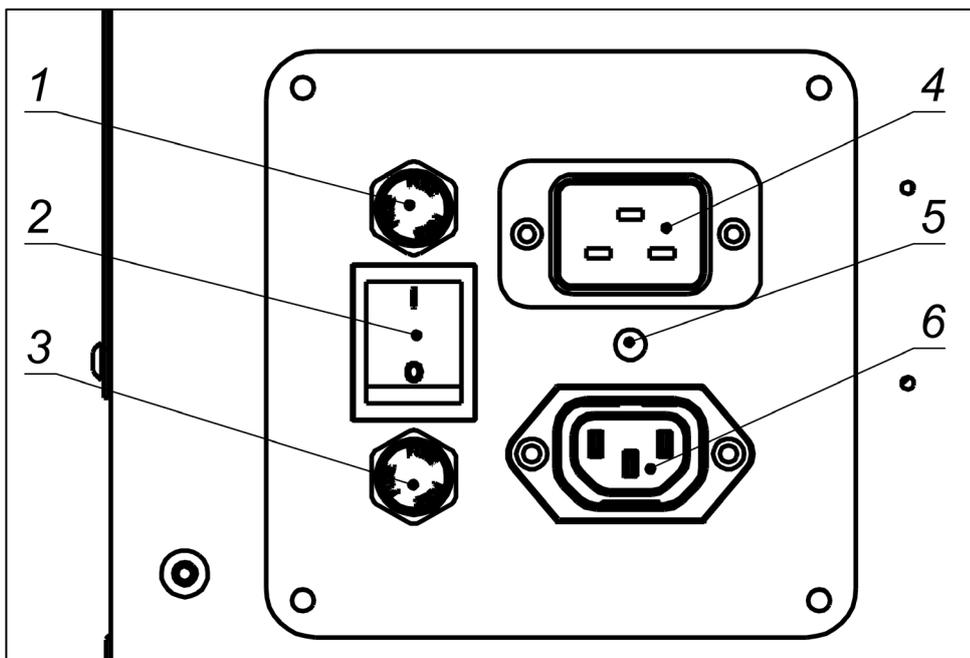

Рис. 10.1 Сетевой ввод. Подача сетевого питания.
- 8) Для подачи питания необходимо перевести сетевой выключатель, находящейся на задней панели поста в положение I (см. рисунок 1 - позиция 16, рис. 10.1 – поз. 2). После подачи питания с задержкой в 3-5 секунд загорится дисплей панели управления.